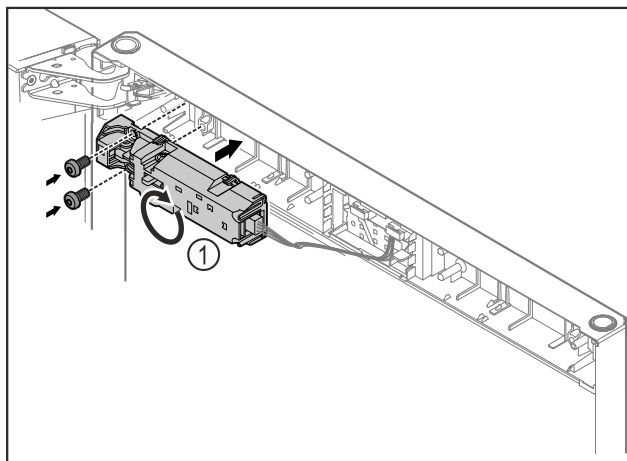

Fig. 13
- ▶ Завъртете дистанционната ключалка Fig. 13 (1) на 180° и я закрепете на противоположната страна.